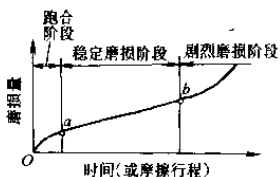

图 1-2 磨损量与时间的关系示意图
机械零件正常运动的磨损过程一般分为三个阶段,见图 1-2。
1. 跑合阶段（又称磨合阶段） 新的摩擦副表面具有一定的粗糙度，真实接触面积较小。经跑合阶段，表面逐渐磨平，真实接触面积逐渐增大，磨损速度减缓。如图 1-2 中的 Oa 线段。人们有意利用跑合阶段的轻微磨损，为正常运行的稳定磨损创造条件。
2. 稳定磨损阶段 这一阶段磨损缓慢稳定，如图 1-2 中 ab 线段。这一线段的斜率就是磨损速度、横坐标时间就是零件耐磨寿命。
3. 剧烈磨损阶段 图 1-2 中 b 点以后，磨损速度急剧增长，机械效率下降，功率和润滑油的损耗增加，精度丧失，产生异常噪声及振动，摩擦副温度迅速升高，最终导致零件失效。